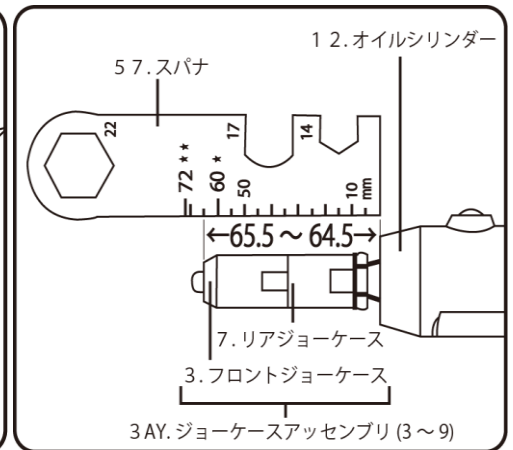

図4
- ⑧ 3. フロントジョーケース内に4. ジョー、5. ジョープッシャーを組み込んで下さい。続いて、57. スパナを使用して、3. フロントジョーケースを時計回転方向に回して、7. リアジョーケースへ取り付けてして下さい。その際、7. リアジョーケースが回りしないように58. スパナで固定して下さい。
- ⑨ 3AY. ジョーケースアセンブリの取り付け位置が、12. オイルシリンダーから 65 ± 0.5 mmの位置になるよう、57. スパナの目盛で調整し、同スパナで9. ロックナットを7. リアジョーケースに対し、本締めして下さい (図4参照)。
- ⑩ 58. スパナを使用して、2. ヘッドを時計回転方向に回し、12. オイルシリンダーに取り付けして下さい。
- ⑪ 本商品へコンプレッサーを接続し、30. トリガーを2回引き込んで下さい。3AY. ジョーケースアセンブリが正規の位置にセットされます。その後、58. スパナを使用して、1A~1E. ノーズピースを時計回転方向に回し、2. ヘッドに取り付けして下さい。